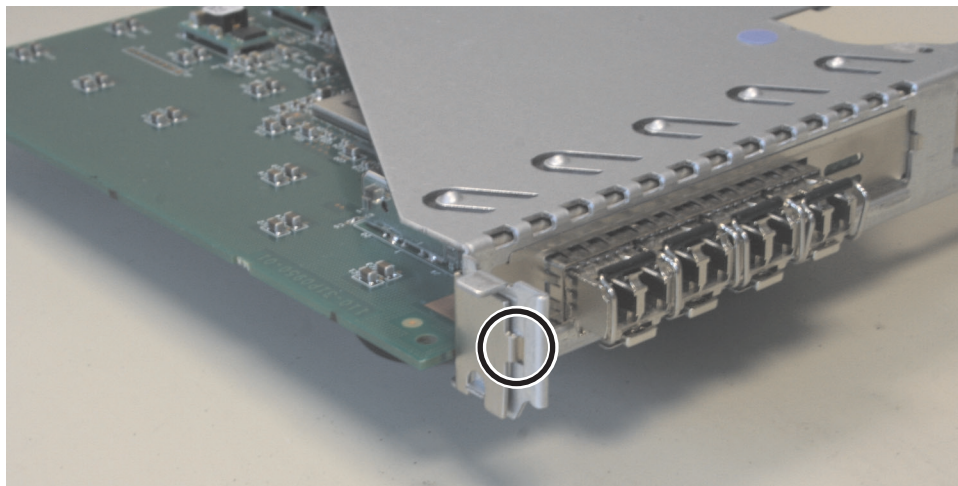

図 170. SAN ボリューム・コントローラー 2145-8A4 のライザー・カード・アセンブリー
5. ライザー・カード・アセンブリーの前面エッジと後部エッジをつかみ、持ち上げてノードから取り外します。図 170 に示したライザー・カード・アセンブリーを平坦で静電気保護された表面におきます。